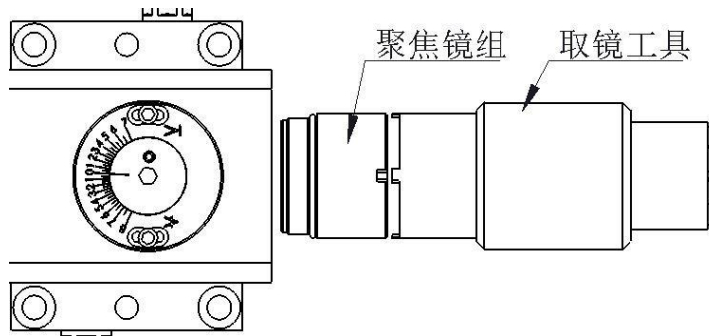

图 14 取出聚焦镜组
- 如图 14 所示，用 BT210S 专用取镜工具+通用工具把手组合，取出镜座组件；